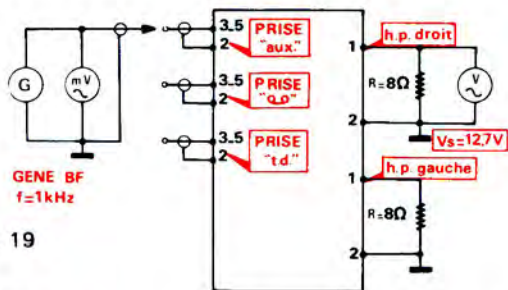

Fig. 19
2. MESURE DE LA SENSIBILITE (Fig. 19)